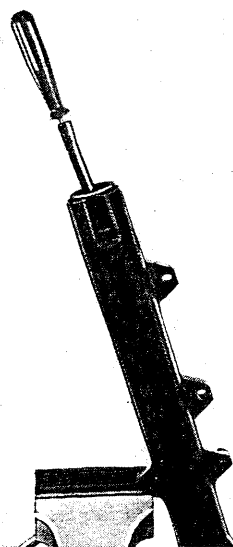
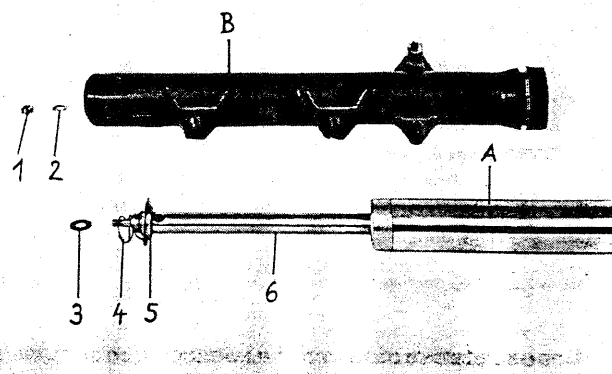

Fig. 24. Enlever l'écrou de fixation du tube-support
Fig. 25. Tube de guidage retiré du tube de coulissement
- Se servir d'une clé tubulaire à douille (ouverture SW 10) pour desserrer l'écrou de fixation (1) du tube-support et ôter celui-ci ainsi que la rondelle ondulée (2) (fig. 24 et fig. 25).
- Retirer le tube de guidage (A) du tube de coulissement (B).
- Contrôler le tube de guidage (A à la fig. 25) pour détecter les détériorations de chrome, des cannelures ou la distorsion. En cas de doute, vérifier le mouvement rond. La tolérance admissible du mouvement rond est de 0.05 mm.
Serrer l'extrémité supérieure du tube de guidage entre les mâchoires souples d'un étau, le tube-support étant dirigé vers le haut. Le bois rond toujours contenu dans le tube de guidage presse désormais le tube-support vers le bas. Mettre en place l'embouti de la butée de fin de course (5), le ressort de compression (4), 19 mm de diamètre, et la rondelle d'étanchéité (3) (fig. 25).
- Faire glisser le soufflet de protection ou le chapeau de protection au-dessus du tube de guidage et installer le collet (A) dans la gorge (B) du tube de coulissement. Auparavant, il faut nettoyer la gorge (B) dans le tube de coulissement. Le trou d'aération dans le soufflet de protection doit être dirigé vers l'arrière. Fixer le soufflet de protection en haut moyennant le collier de serrage.